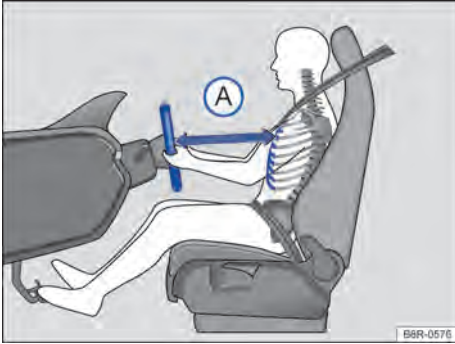
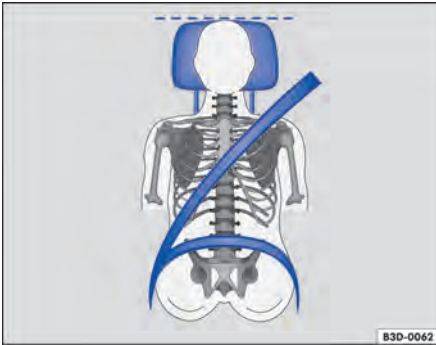

Fig. 28 A distância correta entre o condutor e o volante (A) deve ser de, no mínimo, 25 cm.
Fig. 29 Posição correta do cinto de segurança e ajuste correto do apoio para cabeça.
- Ajustar o banco de modo que a distância entre ele e o tórax tenha no mínimo 25 cm → Fig. 28 (A) e que o condutor possa segurar o volante pela borda externa com as duas mãos e os braços ligeiramente dobrados.
- Ajustar o banco do condutor na direção longitudinal de modo que os pedais possam ser acionados com as pernas ligeiramente arqueadas → Fig. 28.
- Para os assentos com apoio para cabeça: ajustar o apoio para cabeça de modo que a sua borda superior se encontre preferencialmente na mesma linha da parte superior da cabeça → Fig. 28 e → Fig. 29 – porém não abaixo da altura dos olhos. Posicionar a parte posterior da cabeça o mais perto possível do apoio para cabeça.
Ajustar a distância correta entre o condutor e o volante → Fig. 28 com ajuda do comando do banco do condutor → Página 41.